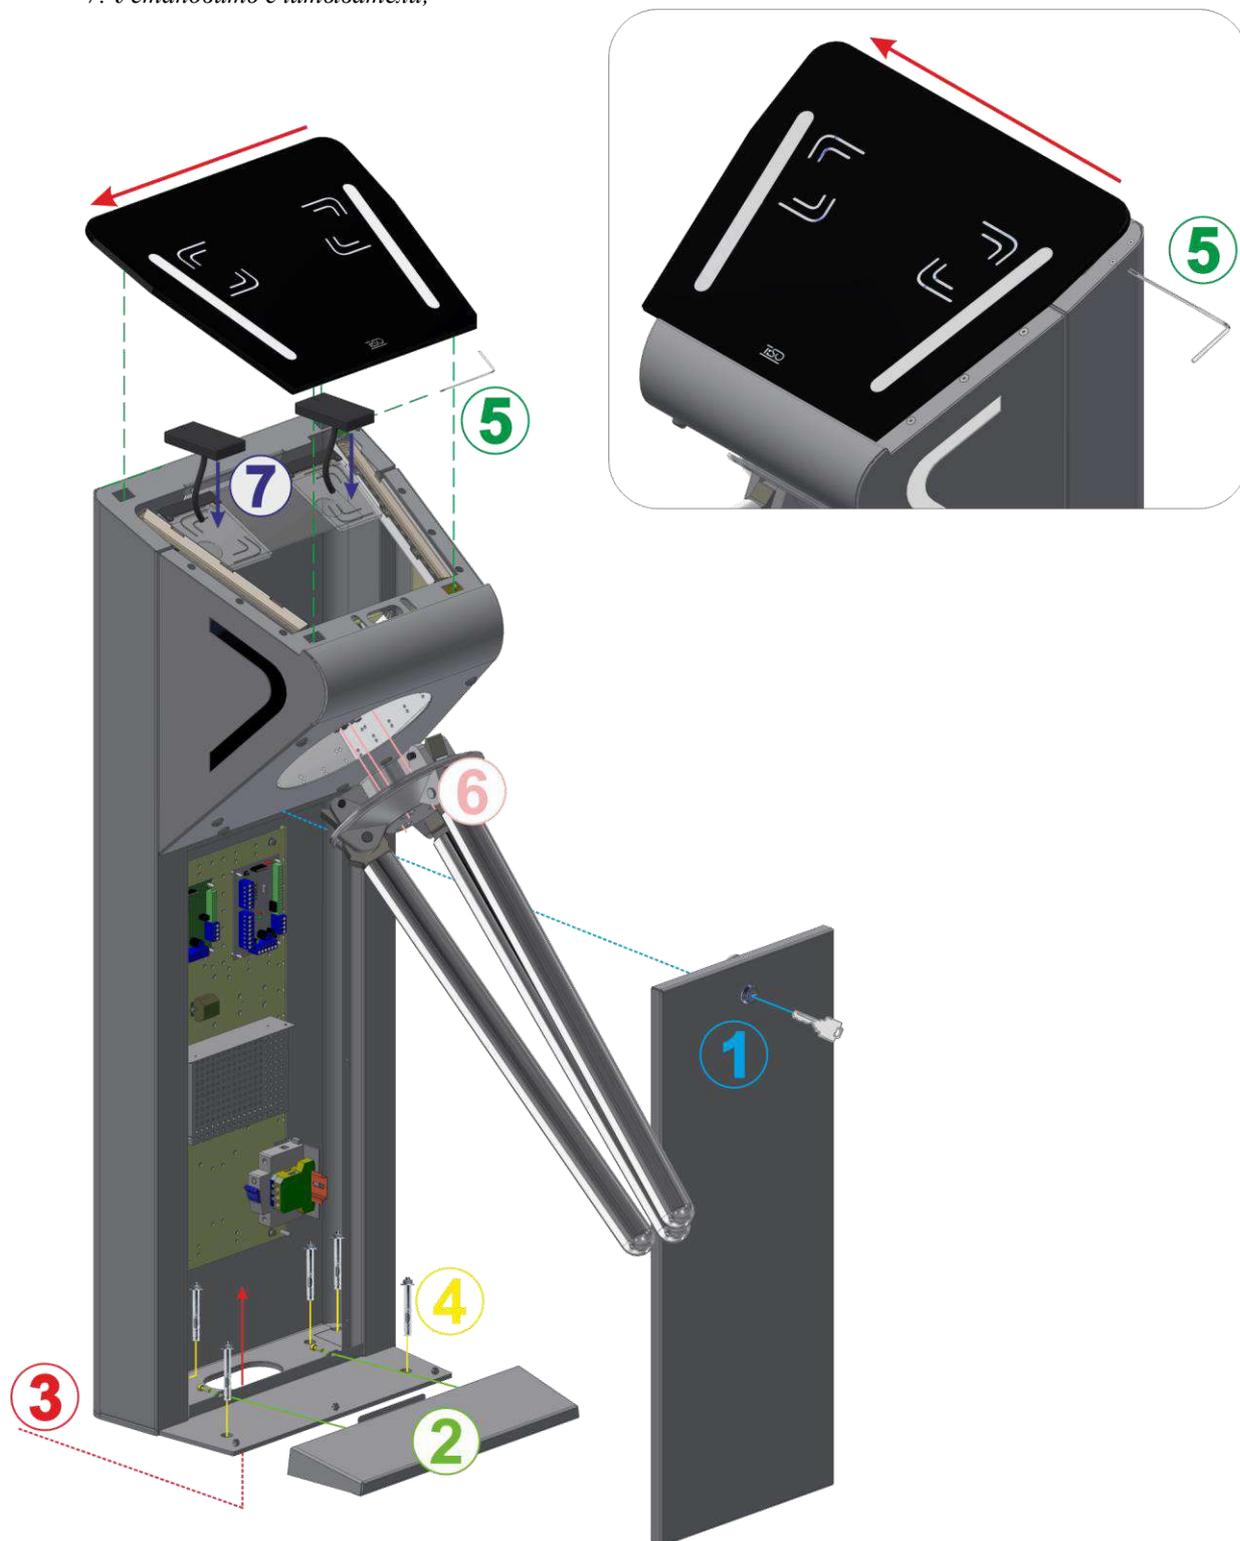

Рис. 14 – Общий вид сборки турникета-трипода «Onyx-S»
7) Для доступа к крепежным и технологическим отверстиям основания и клеммным колодкам турникета-трипода «ONYX-S» необходимо (Рис.14).